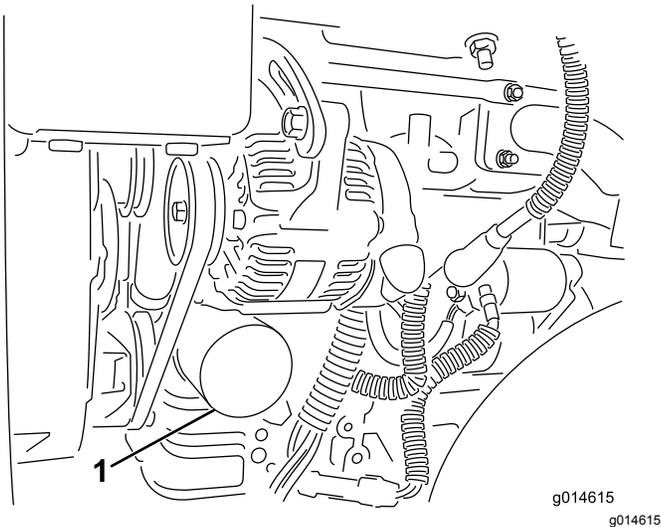

Рисунок 40
2. Извлеките масляный фильтр (Рисунок 40). Нанесите тонкий слой чистого масла на новую прокладку фильтра.